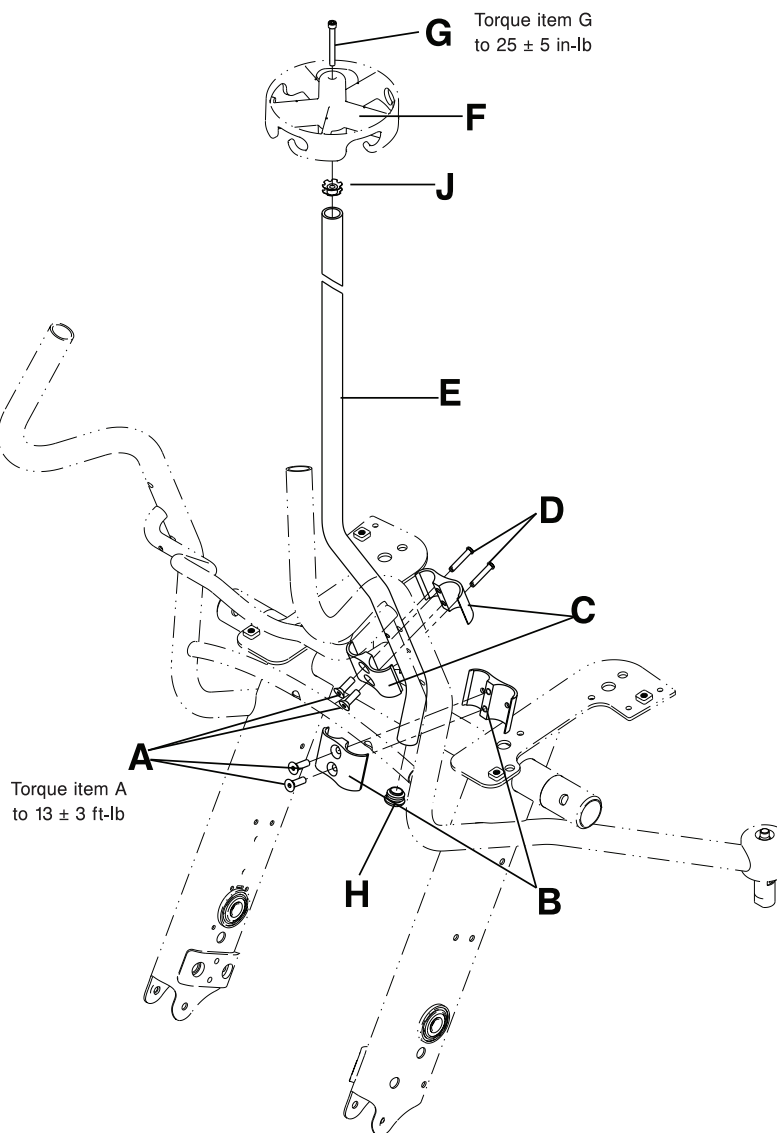

Figura 6-31: Sostituzione dell'asta portaflebo
2. Con la chiave a brugola da 3/16" rimuovere la vite con testa a esagono incassato (G) dal centro della testa dell'asta portaflebo (F) (Figura 6-31 a pagina 6-50). Mettere la vite da parte.
3. Dare leggeri colpetti con la mano sulla testa dell'asta portaflebo (F) (Figura 6-31 a pagina 6-50), dal basso verso l'alto, per rimuoverla dall'asta. Mettere da parte la testa dell'asta portaflebo.
4. Con il cacciavite a lama piccolo rimuovere il cappello (H) dal fondo dell'asta portaflebo (E) (Figura 6-31 a pagina 6-50). Mettere da parte il cappello.
5. Con la chiave a brugola da 3/16" estrarre le due viti con testa piana (A) per rimuovere la coppia di piastre (B) che fissa la parte inferiore dell'asta portaflebo al telaio della sedia (Figura 6-31 a pagina 6-50). Mettere da parte viti e piastre.
6. Con la chiave a brugola da 3/16" estrarre le due viti con testa piana (A) per rimuovere la coppia di piastre (C) che fissa la parte superiore dell'asta portaflebo al telaio della sedia. Rimuovere le spine (D) e le piastre (C). Mettere da parte viti, spine e piastre. Eliminare l'asta portaflebo (E) (Figura 6-31 a pagina 6-50).
2. Inserire il dado a rosetta in dotazione (0018-045-000) (J) in cima all'asta portaflebo (E) (Figura 6-31 a pagina 6-50). La parte superiore del dado a deve trovarsi a 12,7 mm dalla cima dell'asta portaflebo.
3. Inserire il cappello in dotazione (0037-225-000) (H) all'estremità inferiore dell'asta portaflebo (E) (Figura 6-31 a pagina 6-50).
4. Collocare la testa (F) sull'asta portaflebo (E), assestandola con lievi colpetti del palmo della mano fino a quando non è perfettamente alloggiata sull'asta portaflebo (E) (Figura 6-31 a pagina 6-50).
5. Con la chiave a brugola da 3/16" montare la vite con testa a esagono incassato in dotazione (0004-672-000) (G) per fissare la testa dell'asta portaflebo. Serrare la vite a  $25 \pm 5$  in-lb ( $2,8 \pm 0,6$  Nm) con la chiave dinamometrica da 3/8" (in-lb).
7. Inserire le spine in dotazione (0026-349-000) (D) nella piastra anteriore della coppia che fissa la parte superiore dell'asta portaflebo (rimossa al punto 6).